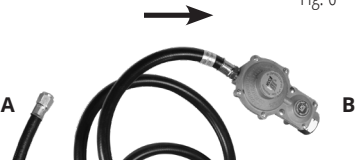

Fig. 6
3. Conectați furtunul de conectare la gaz la ieșirea GPLi (partea **A** se conectează la ieșirea GPL, Fig. 6).
4. Conectați furtunul cu partea la care e montat reductorul la butelia de gaz (partea **B** este conectată la butelie, Fig. 6).
6. Apăsăți de 2-3 ori supapa de reducere a presiunii de pe reductor (vezi Fig. 6).